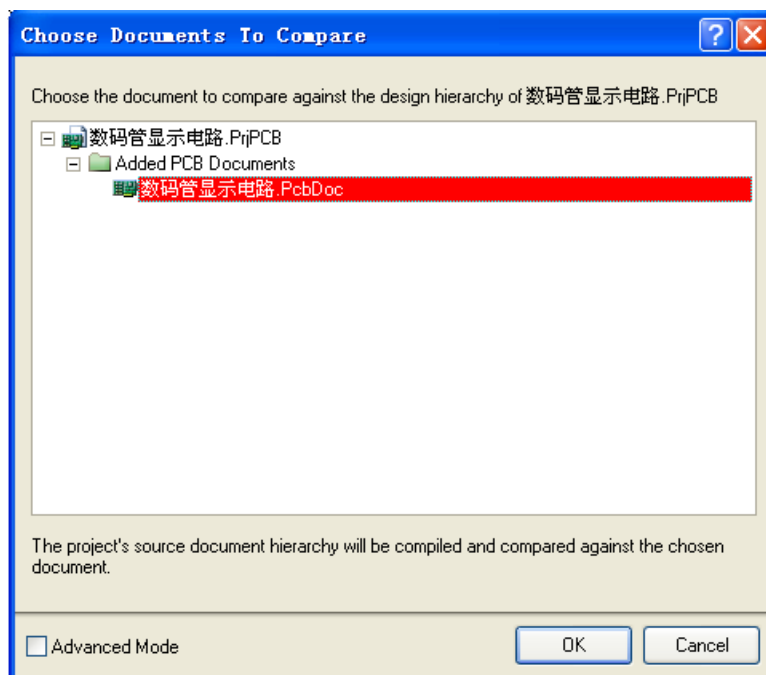

图10-51 Choose Documents to Compare对话框
- (1) 打开原理图与PCB图，执行“Project”→“Show Differences”命令，弹出“Choose Documents to Compare”对话框如图10-51所示，选择一个要比较的PCB板，按OK按钮。